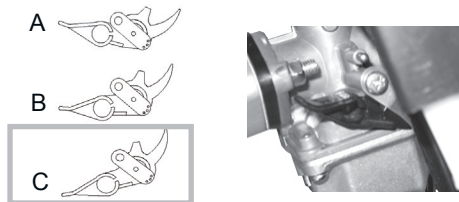

Imagen 21. Posiciones del ahogador
2. Colocar la palanca del ahogador en posición baja. *Ver imagen 21-C.*